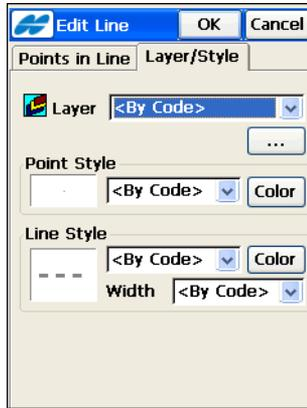

Abbildung 6-28. Bearbeiten von Linien- und Punktstil
5. Auf dem Register *Layer/Stil* des Fensters **Edit Linie** (Abbildung 6-28 auf Seite 6-22) können Sie Layer und Darstellungseigenschaften für Punkte und Linien auf der Karte festlegen. Tippen Sie dann auf **OK**.